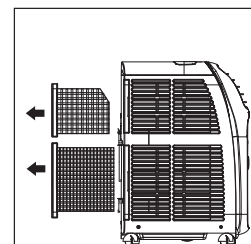

Fig. 18.
- Les filtres sont situés dans la grille d'admission (fig. 18).